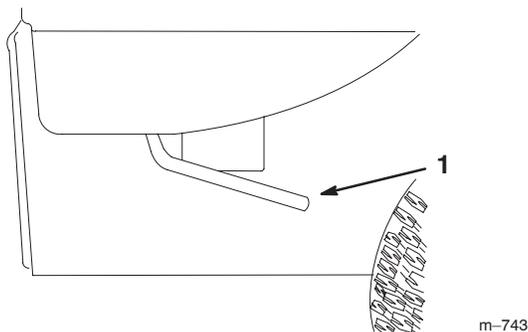

Figure 22
1. Levez le levier de chaque côté du plateau et relevez le plateau (Fig. 22).